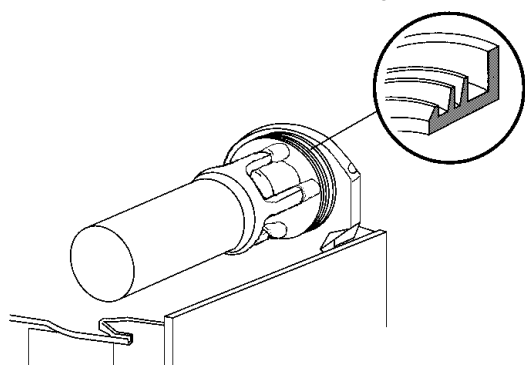

figure 11
- 2 Lubrifier le piston du robinet, le raclor intérieur et le raclor extérieur (aux points A, B et C indiqués en figure 11) en utilisant uniquement la graisse fournie par le fabricant ou d'autres graisses à usage alimentaire.